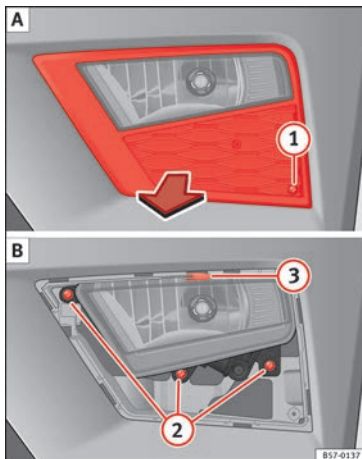
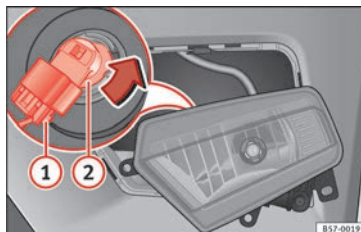

Fig. 106 Phare antibrouillard : enlever la grille.
Fig. 107 Phare antibrouillard : dépose du support d'ampoule
1. Retirez la vis » **fig. 106 ① A** de la grille du phare antibrouillard à l'aide d'un tournevis puis enlevez la grille.
2. Retirez les vis (3x) » **fig. 106 ② B** pour retirer le phare antibrouillard.
3. Retirez l'agrafe métallique située sur la partie supérieure du projecteur antibrouillard vers l'extérieur du véhicule » **③**
4. Retirez le connecteur » **fig. 107 ①** de l'ampoule.
5. Tournez le support d'ampoule » **fig. 107 ②** vers la gauche puis tirez.